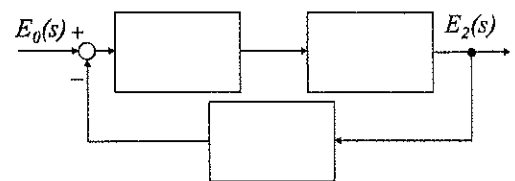

Fig.7-3
- (c) (2-b)で求めたブロック線図をFig.7-3の構造に等価変換せよ(equivalent transformation)。